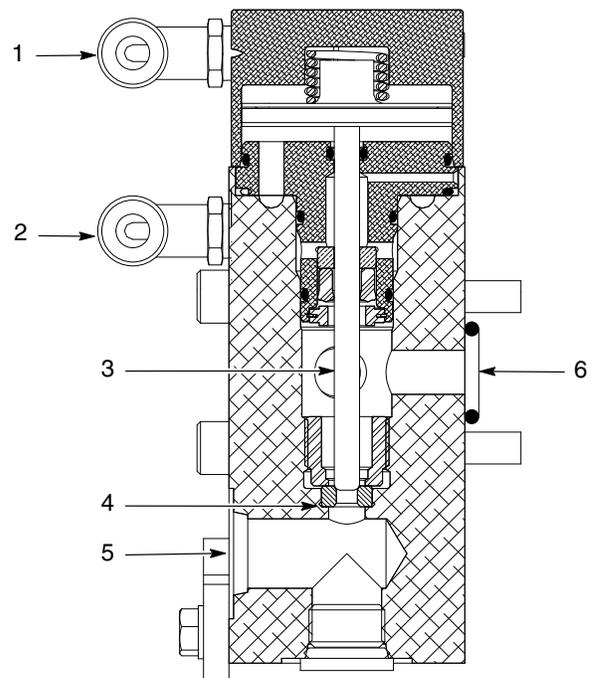

Figura 2 Vista in sezione della valvola d'ingresso serie S
Vedi figura 2. Quando viene alimentata aria all'ingresso aria valvola aperta (2), il pistone viene spinto verso l'alto, tirando via lo stelo del pistone (3) dalla sede (4). Il materiale entra nell'ingresso del materiale (5) ed esce dall'uscita del materiale (6).